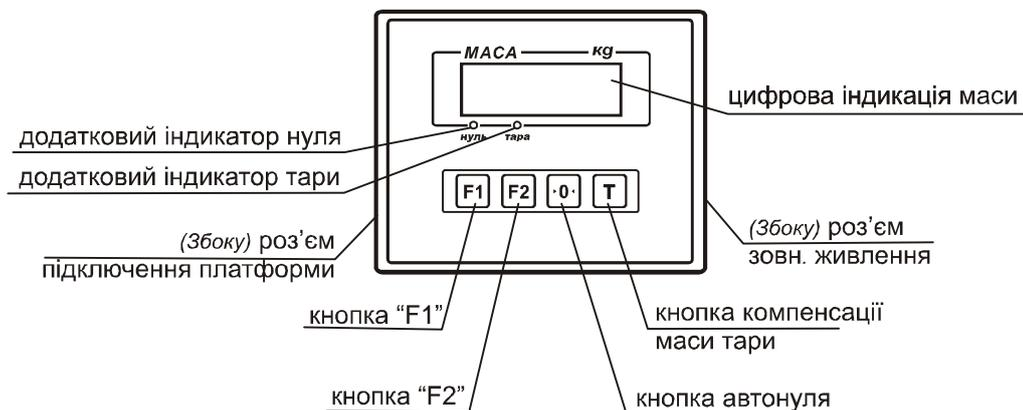

Рис. 1. Ваговий індикатор
3.4. У ваговому індикаторі (див. рис.1) вимірюється сигнал з тензоперетворювачів і обчислюється маса вантажу. Ваговий індикатор має цифрову індикацію маси (далі – *табло індикації*) і світлодіодну індикацію режимів роботи (далі - *додаткові індикатори "НУЛЯ" і "ТАРИ"*). Керування відбувається через кнопочну клавіатуру. Всією роботою вагового індикатора керує мікропроцесор по програмі, яка записана в постійно запам'ятовуючому пристрої (ПЗП). Налаштування зберігаються в ПЗП, що перепрограмується. Живлення вагового індикатору здійснюється через мережеву вилку.